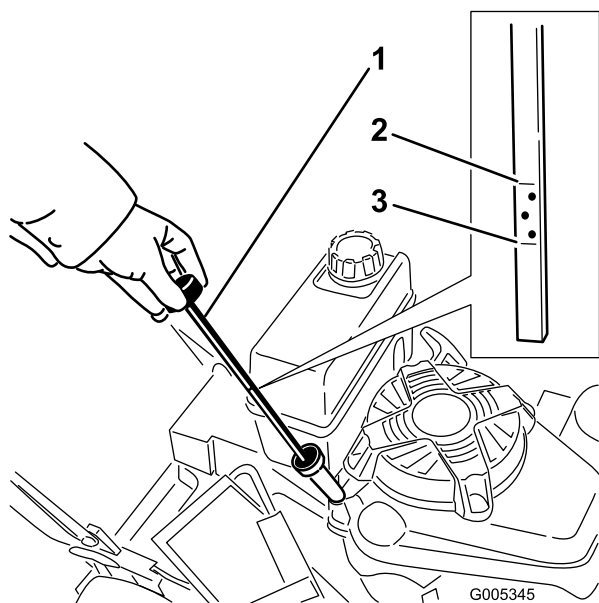

Figure 11
Avant chaque utilisation, vérifiez que le niveau d'huile arrive entre les repères maximum (Full) et minimum (Add) de la jauge (Figure 11).
2. Nettoyez la surface autour du bouchon de remplissage (Figure 11).
6. Observez le niveau d'huile indiqué par la jauge (Figure 11).